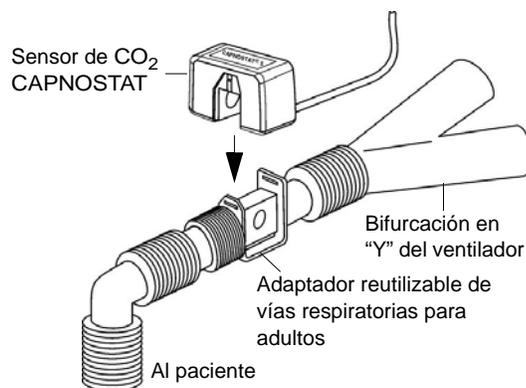

Figura 2
1. Coloque el conjunto del sensor de CO₂ CAPNOSTAT 5/adaptador de vías respiratorias entre el codo y la bifurcación en “Y” del circuito del ventilador, tal como se muestra en la Figura 2.